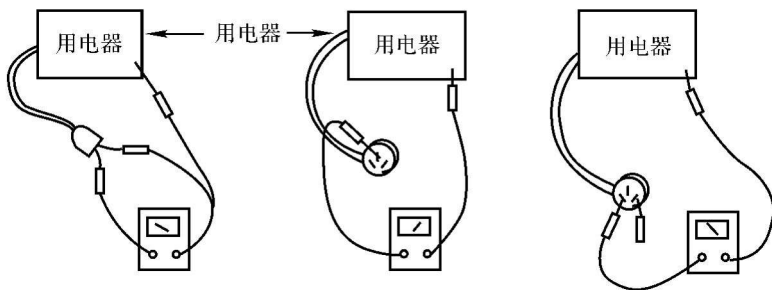

图 1-6 用万用表检查用电设备
(2) 检查环境电源:电压、容量是否与设备相吻合。
(3) 检查设备本身:电源线是否完好,外壳是否带电。一般可用万用表对用电设备做简单检测,如图 1-6 所示。